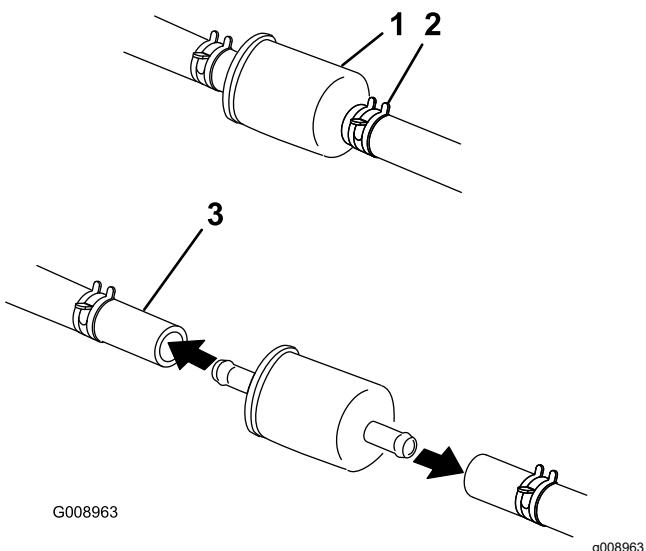

Figura 65
- Cierre la válvula de cierre de combustible, situada debajo del asiento (Figura 65).
- Apriete los extremos de las abrazaderas y deslícelas por la manguera alejándolas del filtro (Figura 65).
- Instale un filtro nuevo y acerque las abrazaderas al filtro (Figura 65).